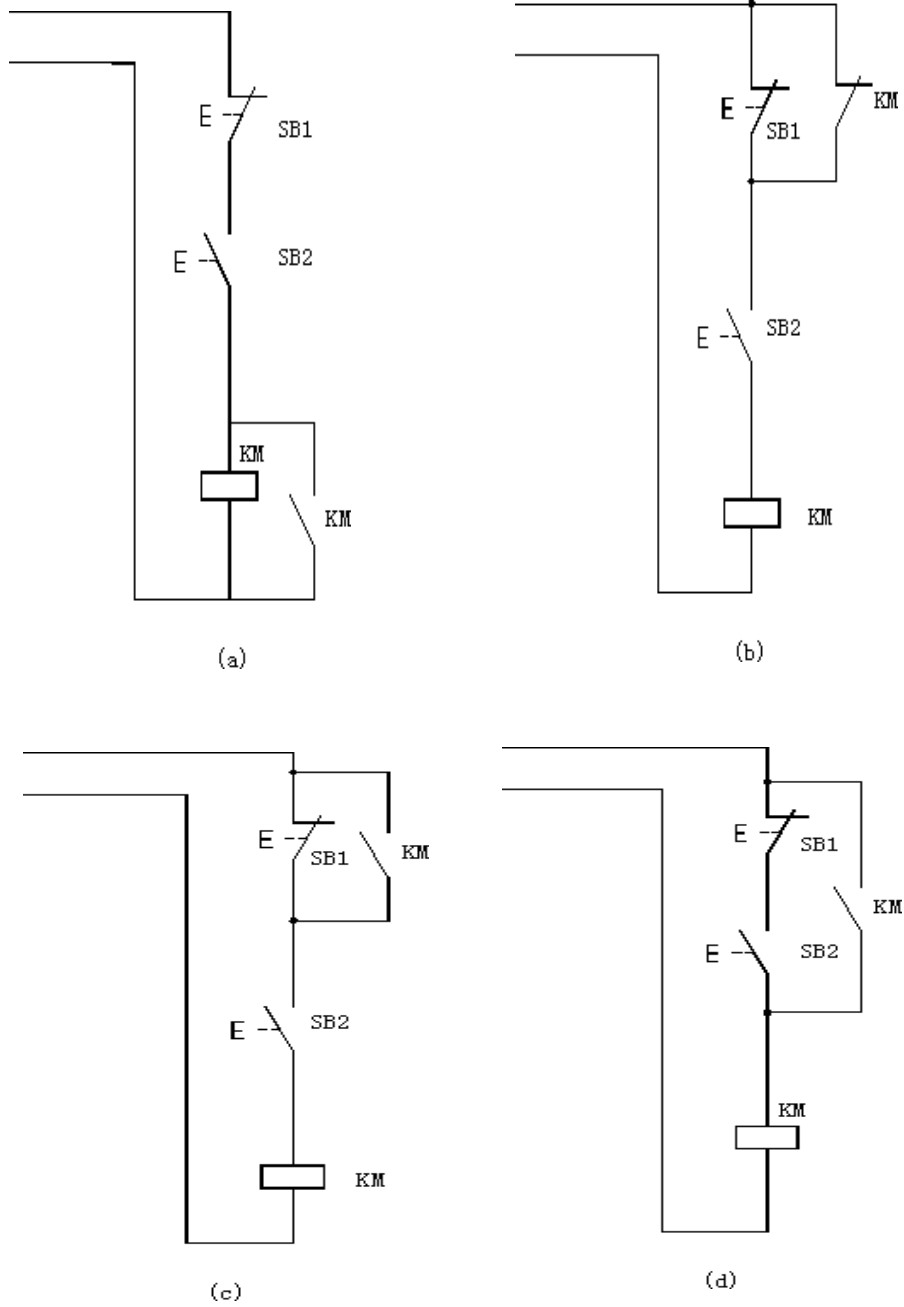

图 2-2 电动机控制电路
1. 图 2-2 (a) ~ (d) 各控制线路是否正确？如按图 2-2 接线会出现什么现象？